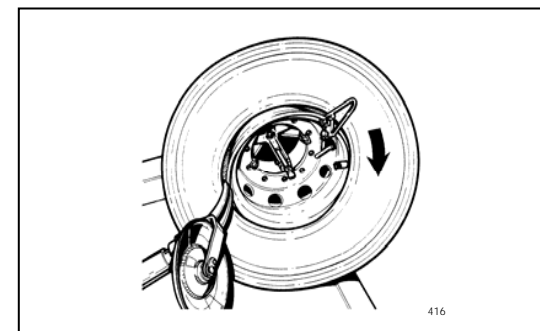

Fig.34
3. Reattach the mounting clamp to the rim flange with the valve after the mounting clamp, following the rotation direction (Fig.34).
3. Fixer l'étau de montage sur le bord extérieur de la jante de manière à avoir la soupape après l'étau, suivant la direction de rotation (Fig.34).
3. Die Montierklemme am Felgenrand so befestigen, daß sich das Ventil in bezug auf die Drehrichtung hinter der Klemme befindet (Abb.34).